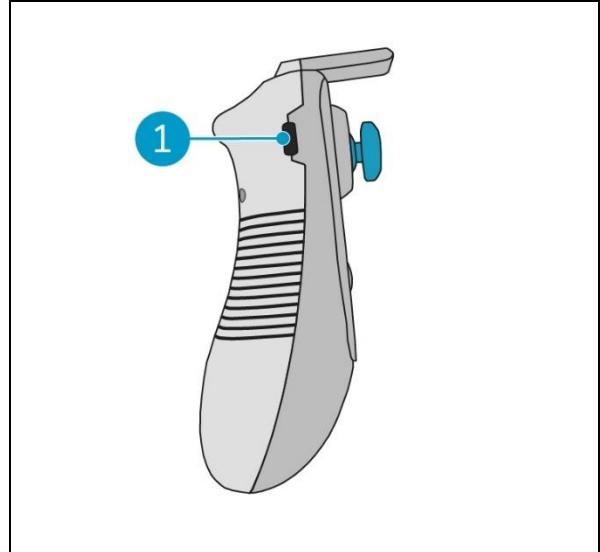

Figura 12
1. Ligar o conector USB-C do cabo USB-C para USB-A à porta USB-C (Figura 12, pos. 1) do controlo remoto, ver Figura 12.